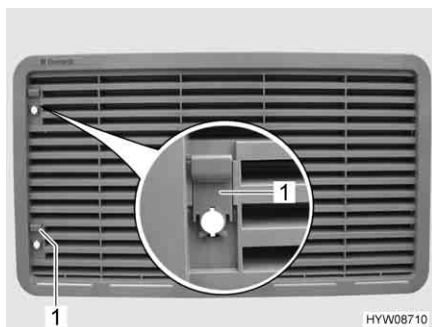

Fig. 98 Griglia di aerazione del frigorifero
- Spingere il cursore (Fig. 98,1) verso l'alto.